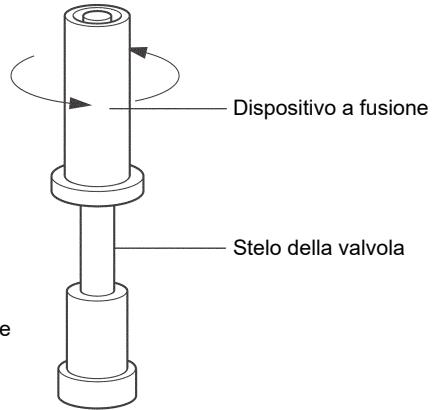

Fig. 8
- Si potrà ora svitare il fusibile dallo stelo della valvola e montarne uno nuovo, come mostrato nella Fig. 8.